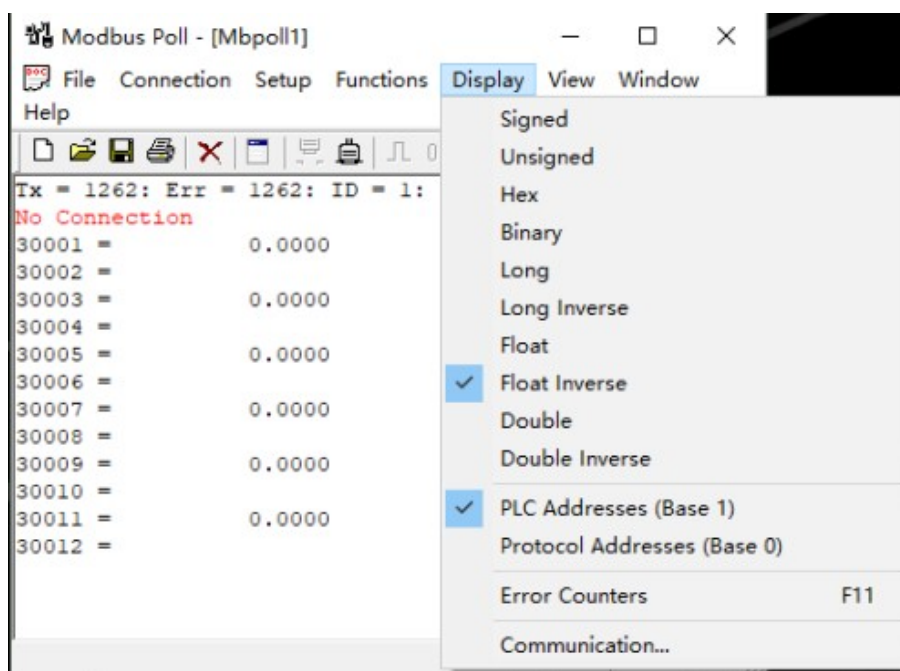

图 17 Display 设置
- (5) 点击“OK”按钮。然后点击菜单中的“Display”项，在下拉框中选择“Float Inverse”和“PLC Addresses (Base 1)”，如图 17 所示